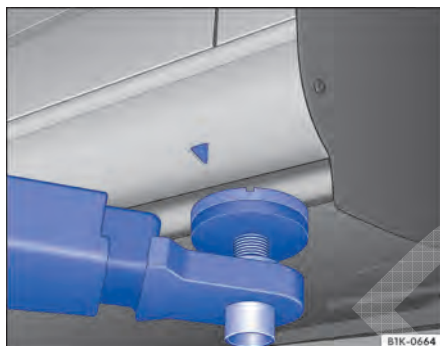
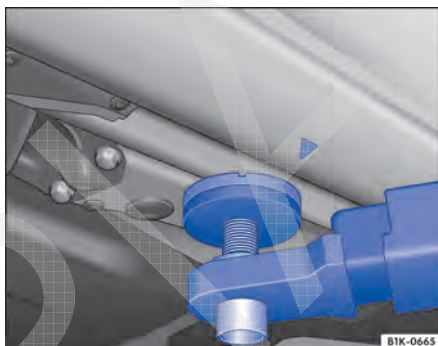

Fig. 191 Pontos de apoio dianteiros para a suspensão com plataforma elevatória ou com macaco.
Fig. 192 Pontos de apoio traseiros para suspensão com plataforma elevatória ou macaco.
O veículo deve ser suspenso somente pelos pontos indicados nas figuras ⇒ Fig. 191 ou ⇒ Fig. 192. Se o veículo não for suspenso pelos pontos indicados, podem ocorrer danos no veículo ⇒ ⓘ e ferimentos graves ⇒ ⚠.
- Suspender o veículo somente pelos pontos indicados nas figuras ⇒ Fig. 191 ou ⇒ Fig. 192. Se o veículo não for suspenso pelos pontos indicados, o veículo poderá cair da plataforma elevatória quando, por exemplo, o motor ou a suspensão for desmontado.